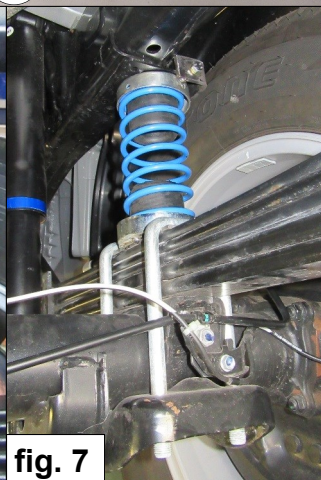

fig. 7
8. Zet de auto weer op zijn wielen. Zie fig. 7.